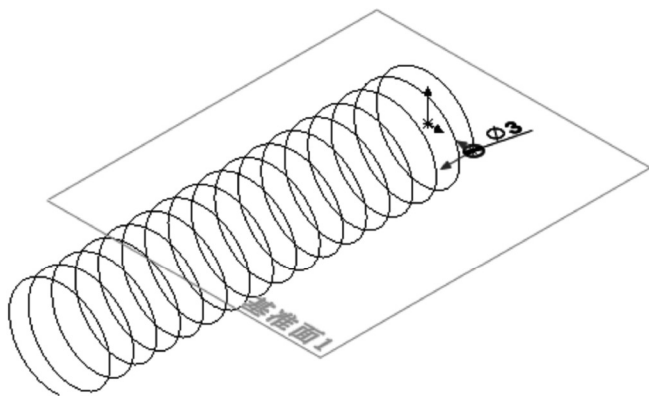

图 9-30 在基准面 1 上绘制草图
- [2] 在基准面 1 上绘制草图, 如图 9-30 所示。